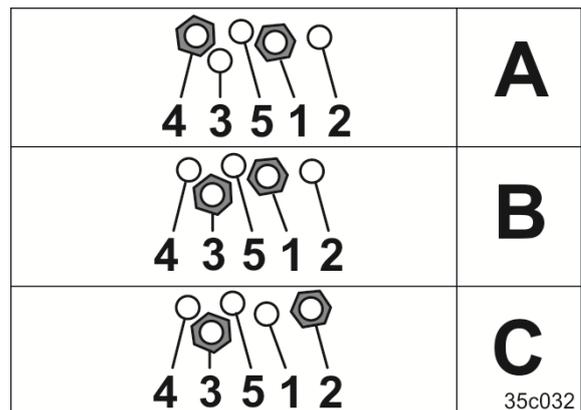

Fig. 132
Une vis s'insère dans le trou (Fig. 132/1), la seconde vis s'insère dans le trou (Fig. 132/4). La force de ressort agit en permanence sur le rail de séparation et la lame.
L'insertion des vis du trou (Fig. 132/4) dans le trou (Fig. 132/3) ou dans le trou (Fig. 132/5) fait que seul le poids propre du rail de séparation agit sur la lame. Ce n'est que lorsque la lame est soulevée et que l'étrier est en contact contre la vis dans le trou (Fig. 132/3) ou dans le trou (Fig. 132/5) que la force de ressort s'applique.
- d'abord lorsque la vis s'insère dans le trou (Fig. 132/3).
- plus tard lorsque la vis s'insère dans le trou (Fig. 132/5).
L'enfichage des vis du trou (Fig. 132/1) dans le trou (Fig. 132/2) fait que le rouleau fonctionne sans lame. Soulever le rail de séparation pour enficher les vis.